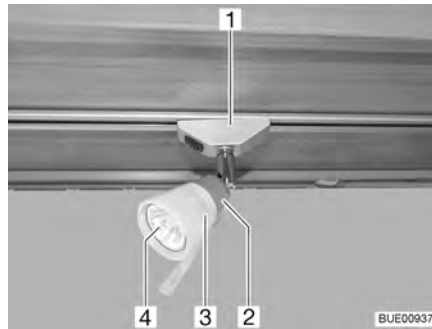

Fig. 256 Faretto alogeno (mobile)
- Ruotare il faretto alogeno (Fig. 256,1) di 90° e toglierlo dalla rotaia.
- Svitare il paralume (Fig. 256,3) in senso antiorario.
- Sfilare con attenzione il paralume con lampada alogena a incandescenza (Fig. 256,4) dal supporto (Fig. 256,2).